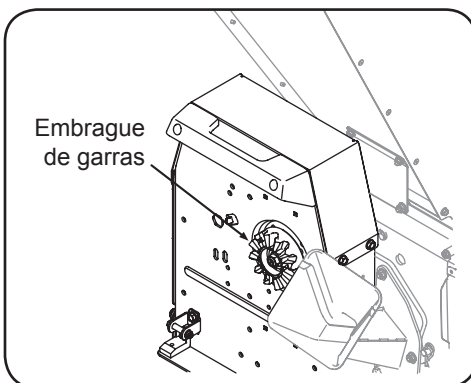

Figura 5-3
5. Tire del embrague de garras dos o tres veces para purgar todos los desechos restantes de la cámara de reducción. Vea la Figura 5-3.